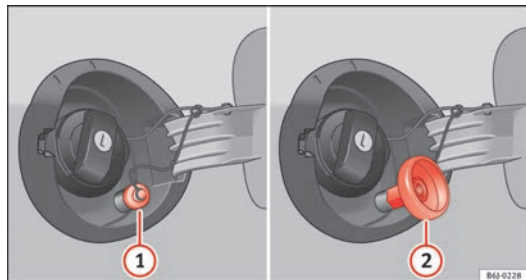

Fig. 131 Sportellino del serbatoio con bocchettone di rifornimento del GPL e adattatore.
⇒ fig. 131 ①.
- Avvitare l'adattatore necessario ⇒ fig. 131 ② al bocchettone di rifornimento del gas ①.
- Svitare l'adattatore ⇒ fig. 131 ②.